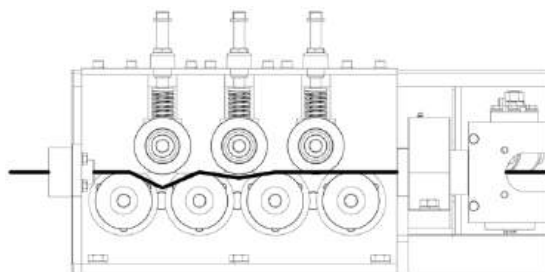

Рис. 6. Схема регулировки прижимных роликов узла протяжки и предварительной правки
- заведите ручную арматуру в станок так, чтобы она прошла через приемную втулку и узел протяжки и предварительной правки. Отрегулируйте прижимные ролики узла протяжки и предварительной правки под диаметр обрабатываемой арматуры. Для этого ослабьте контргайки и прижмите ролики, как показано на рис. 6, после чего затяните контргайки;